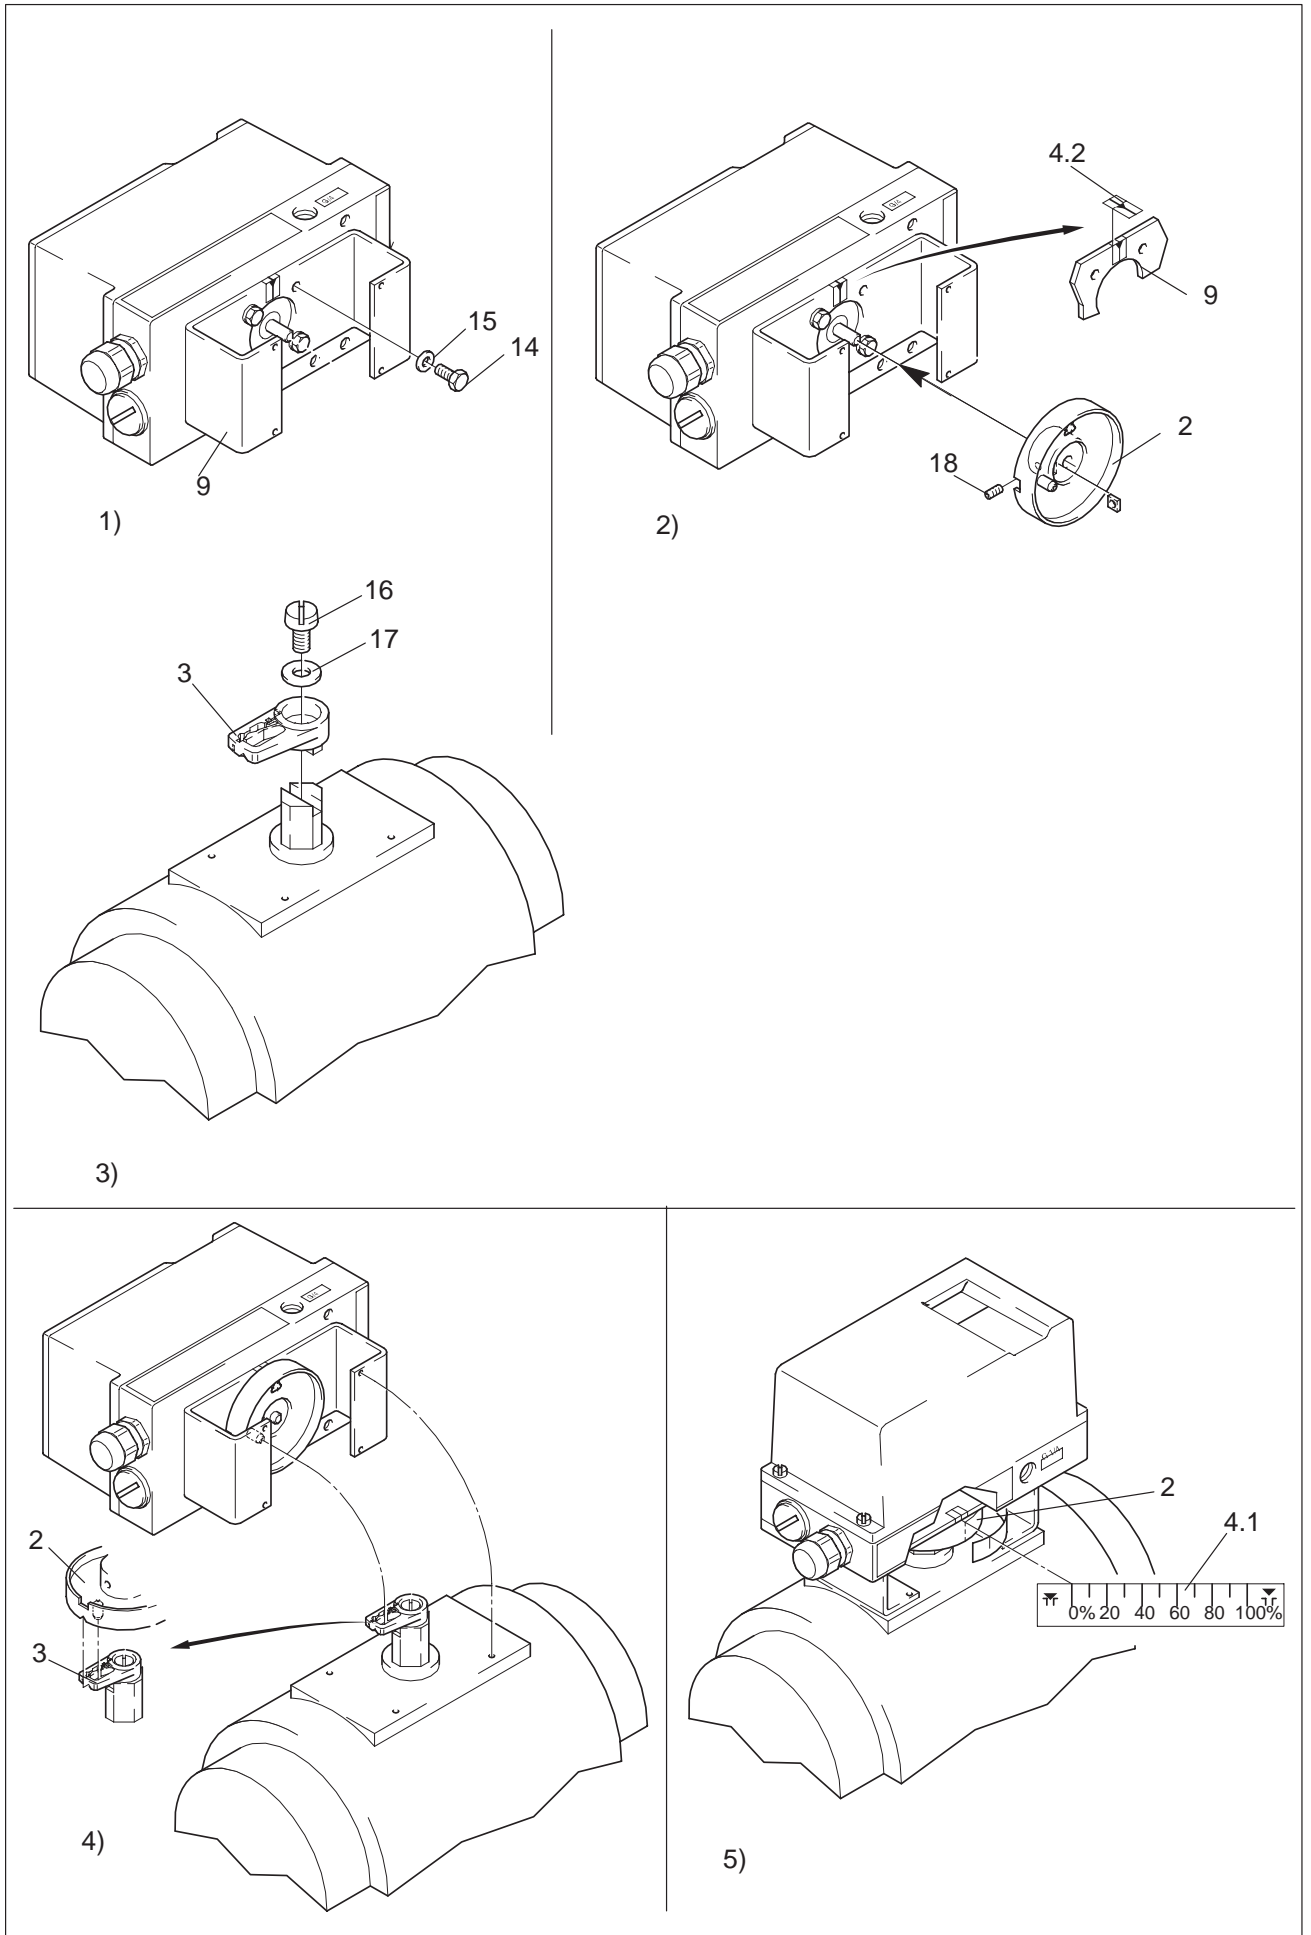

Bild 2 Montageablauf (Schwenkantrieb)
Im *Lieferumfang Anbausatz "Schwenkantrieb"* sind enthalten (Lfd. Nr. siehe Bild 2):
3.3.1 Montageablauf (siehe Bild 2)